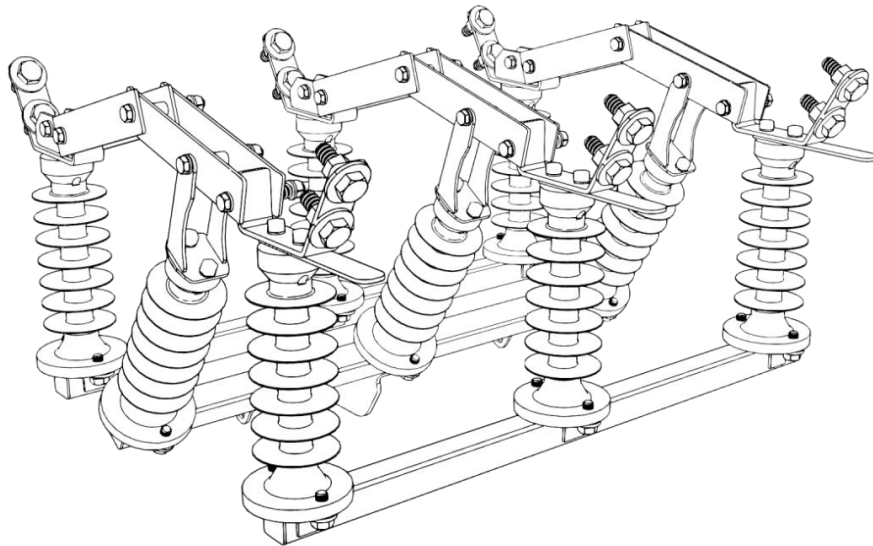

Рис.3 Токоведущая система
4.4 Токоведущая система разъединителей выполнена в виде двух главных контактов, закреплённых на верхних фланцах неподвижных изоляторов, одновременно являющихся его контактными выводами, и главного ломающегося пополам ножа, состоящего из четырёх медных пластин, имеющих подпружиненную ось вращения для обеспечения необходимого контактного нажатия. Все медные контактные детали имеют гальваническое покрытие висмут-олово. Необходимое контактное нажатие обеспечивается установленными цилиндрическими пружинами, настраиваемыми только на заводе-изготовителе. Под контактными выводами может быть закреплён неподвижный нож заземления. Рис.3.